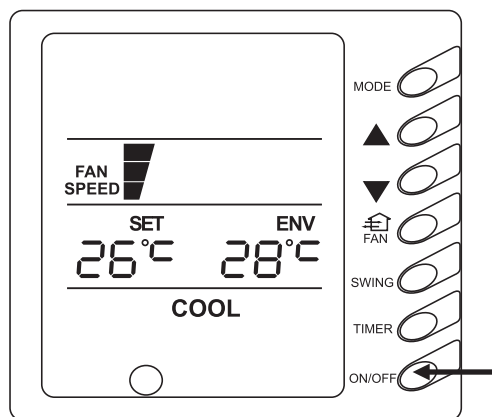

Abb. 2
1) Ein-/Ausschaltung des Gerätes (Abb. 2)